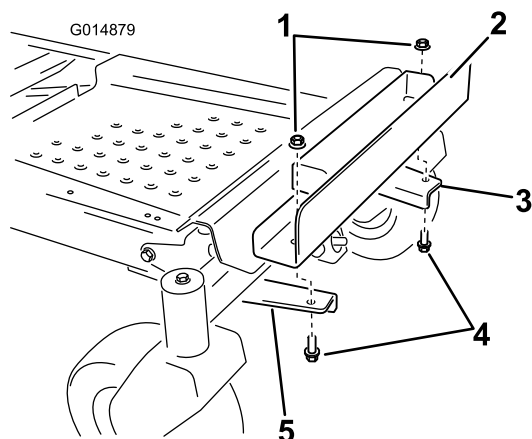

Bild 8
5. Befestigen Sie die Ballasthalterung in den Befestigungshalterungen (Bild 8). Fluchten Sie die inneren Löcher in der Halterung mit den vorher montierten Befestigungshalterungen aus. Stellen Sie sicher, dass die Halterung im Rahmen zentriert ist. Befestigen Sie sie mit zwei Schrauben (3/8 x 1 Zoll) und zwei Sicherungsmuttern (3/8 Zoll).